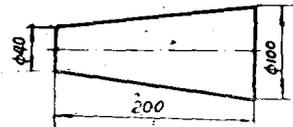

图1—2 锥体
12. 按尺寸车削锥体, 如图1—2所示。车刀安装位置低于机床主轴中心线2.5毫米, 在锥体小端测量直径尺寸。如果生产者按锥体大端直径 $\phi 100$ 毫米安装车刀, 求其所产生的锥度误差?